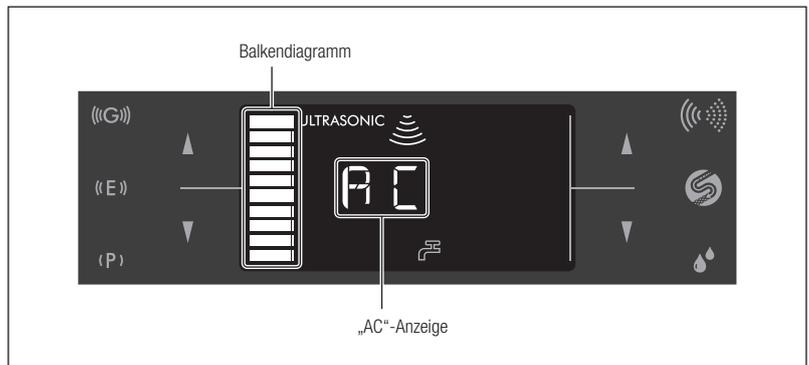

Abb. 35
- 7) Zum Starten der Selbstreinigung berühren und halten Sie die Auto-Cleaning-Taste etwa 3 Sekunden lang. Die Selbstreinigung dauert ca. 45 Sekunden. Während der Selbstreinigung werden auf der LCD-Anzeige „AC“ und im Balkendiagramm die ungefähre verbleibende Zeit angezeigt (Abb. 35).